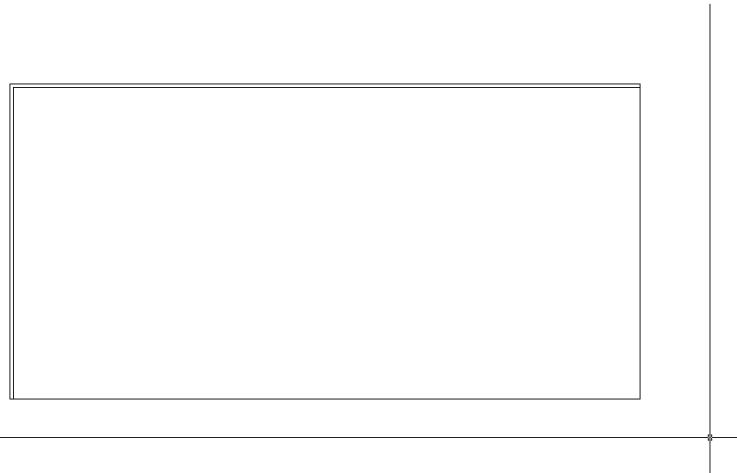

Рис. 4.6 ▼ Линии внутреннего угла сопряжены
11. Щелкните на линиях, образующих внутренний угол. (Если вы не очень уверено применяете инструмент **Сопряжение** (Fillet), вернитесь к материалу главы 2.) Линии будут сопряжены так, как показано на рис. 4.6, а команда **Сопряжение** (FILLET) автоматически завершит работу.